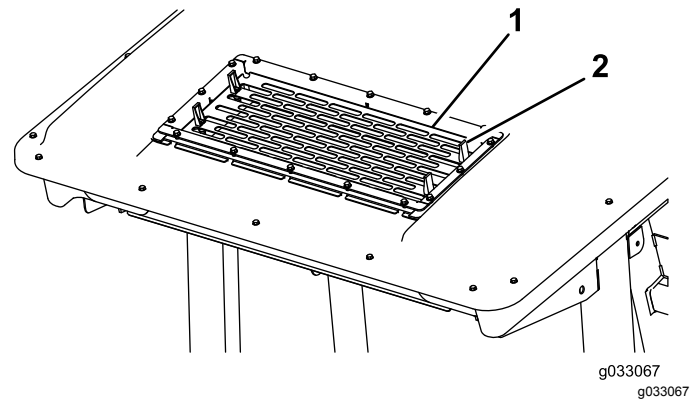

Рисунок 57
2. Поднимите 4 фиксатора на решетке кондиционера воздуха (Рисунок 57) и снимите решетку с верхней части кабины.